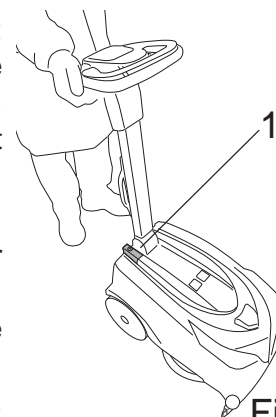

Fig.10
- Schalten Sie die Maschine ein, indem Sie den Hauptschalter drücken (Abb. 10, Pkt. 1).